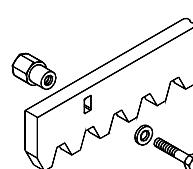

Fig.11
5.4.1. Cremagliera in acciaio a saldare (Fig.11)